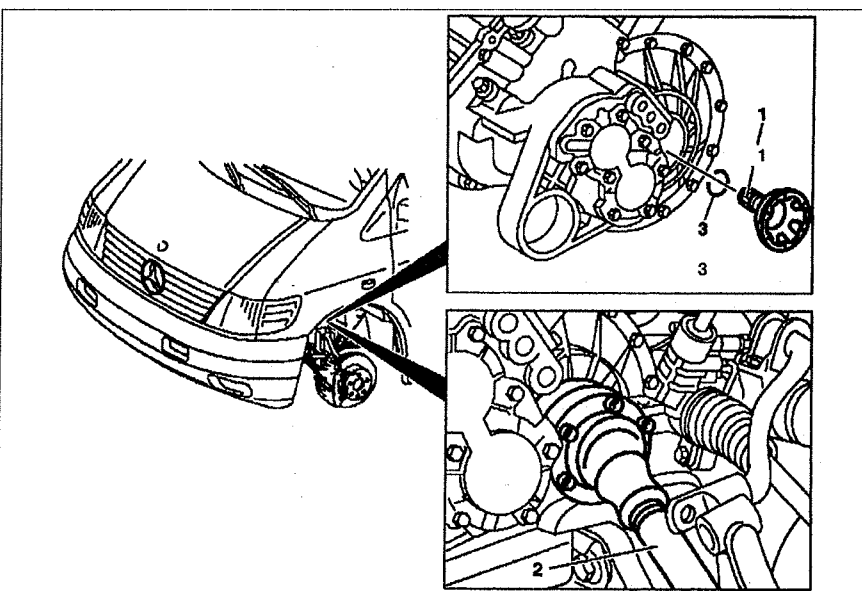

Рис. 7.11. Левый фланец коробки передач: 1. Фланец, 2. Полуось, 3. Стопорное кольцо.
1. Отсоедините полуось **2** от левого фланца **1** (см.рис.7.11).